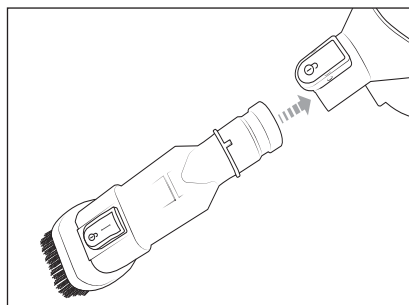

Fig. 8
- ◆ Infilare la spazzola combinata 2 in 1 **8** nell'apertura di aspirazione dell'apparecchio fino allo scatto (vedere fig. 8).